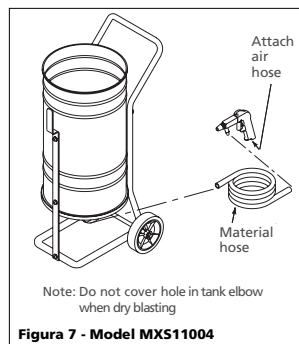

Figura 7 - Model MXS11004
1. Conecte la manguera del material al conector de la manguera. Conecte el otro extremo de la manguera del material a la pistola (Vea Figura 7).